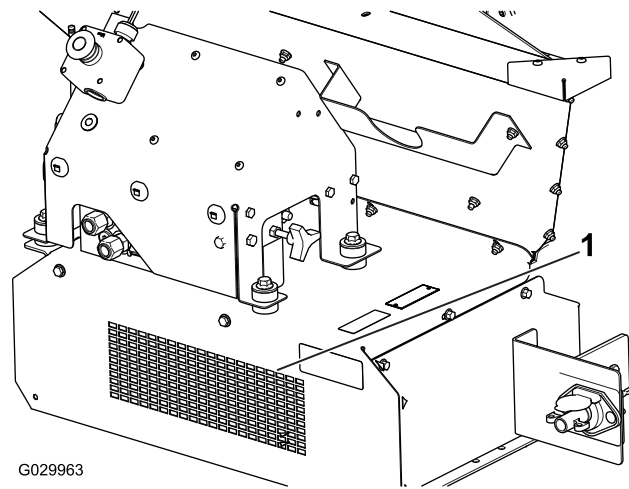
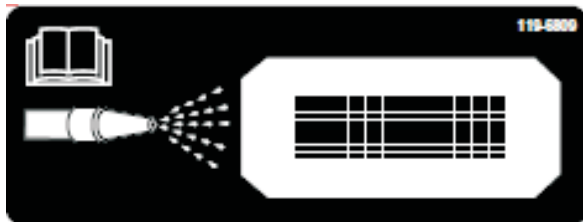

図 58
図 57
10. 機体の前部に清掃ステッカー 図 57 が貼付されているステッカーに描かれているように、水道ホースを使って前ガードのメッシュから水を掛け、腹板に残っている資材を完全に流し出す 図 58。